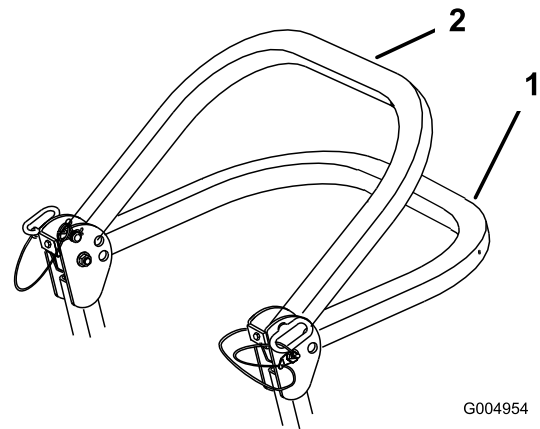

Bild 7
2. Senken Sie den Überrollbügel ab. Es gibt zwei abgesenkte Stellungen. Die Stellungen finden Sie in Bild 7.